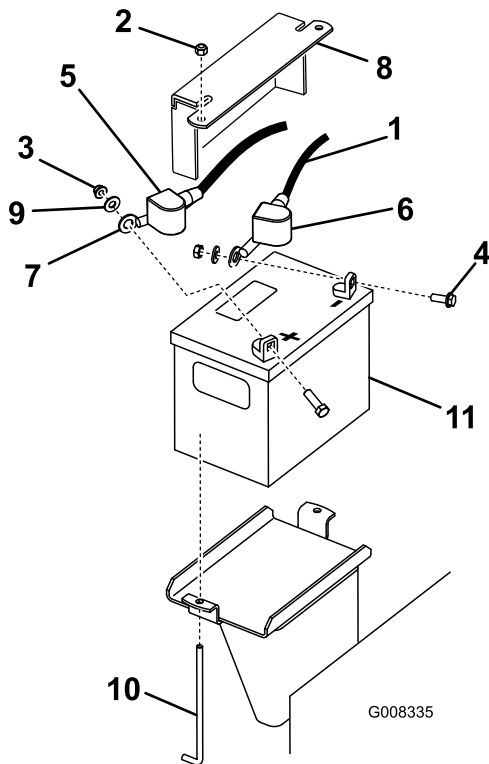

Figura 37
3. Levante la cubierta de goma negra del cable negativo. Desconecte el cable negativo del borne negativo (-) de la batería (Figura 37).
4. Retire el protector de borne rojo del borne positivo (+) de la batería y, a continuación, retire el cable positivo (rojo) (Figura 37).
5. Retire la pletina de sujeción, los pernos en J y las contratueras que sujetan la batería (Figura 37) y retire esta última.
- 1. Usando las fijaciones que retiró anteriormente, conecte el cable positivo (rojo) al borne positivo (+) de la batería (Figura 37).
- 3. Usando las fijaciones que retiró anteriormente, conecte el cable negativo (negro) al borne negativo (-) de la batería (Figura 37).
- 4. Sujete la batería con la barra y las tuercas de orejeta (Figura 37).